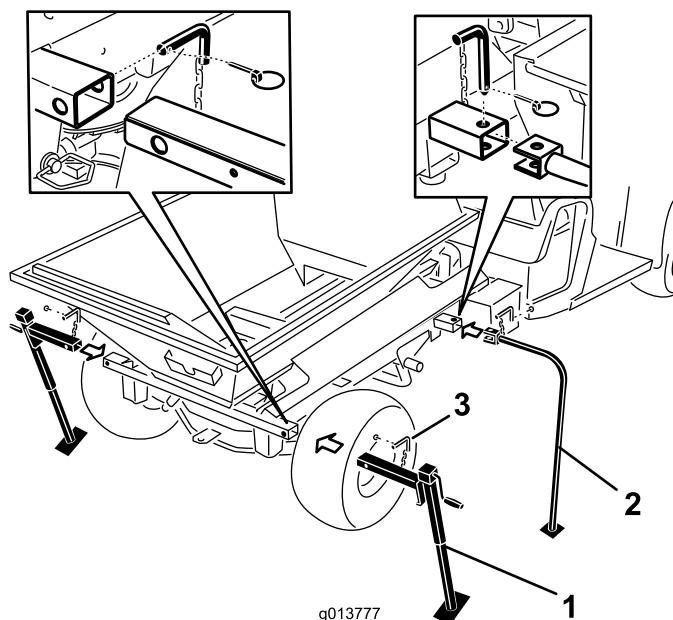

Figura 42
7. Inserite le gambe del supporto di rimessaggio anteriore e i cavalletti metallici posteriori nei tubi del ProPass e fissateli con i perni di bloccaggio (Figura 42).